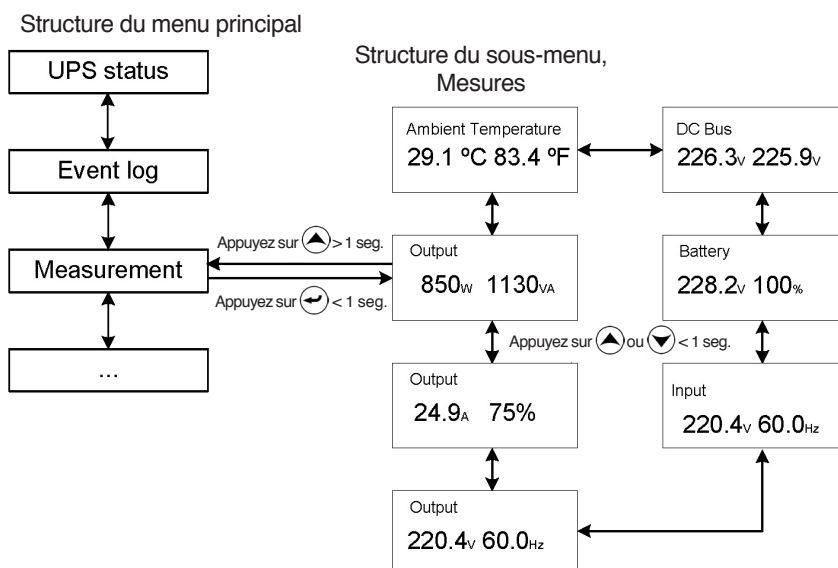

Fig. 33. Écrans, sous-menu Mesures.
- Lors d'appuyer sur la touche  pendant moins de 1 seg., dès le sous-menu "Measurement", on accède à la structure de mesures (voir la figure 33).